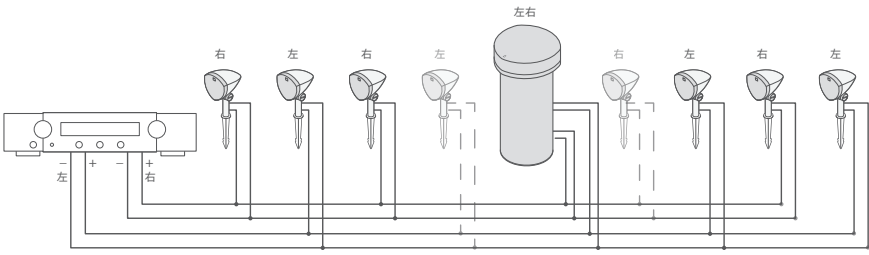

图 3
5. 按照下一页第 6 节“安装卫星扬声器”中的接线说明, 将扬声器线穿过沟槽。我们建议为每个扬声器多留 14-16 英寸 (约 35-40 厘米) 的线缆, 这样当沟槽中的土覆盖线缆时, 线缆就不会扭结或拉紧。图 3 显示的是使用立体声放大器的整个系统接线。请注意, 对于稍大的应用场合, 可以额外购买安装一对卫星扬声器。
1. 正确连接所有卫星扬声器和低音炮后，确保关闭放大器/接收器电源。将左/右扬声器线连接到放大器/接收器上匹配的正极 (+) 和负极 (-) 端子 (参见图 3 中的放大器接线图)。